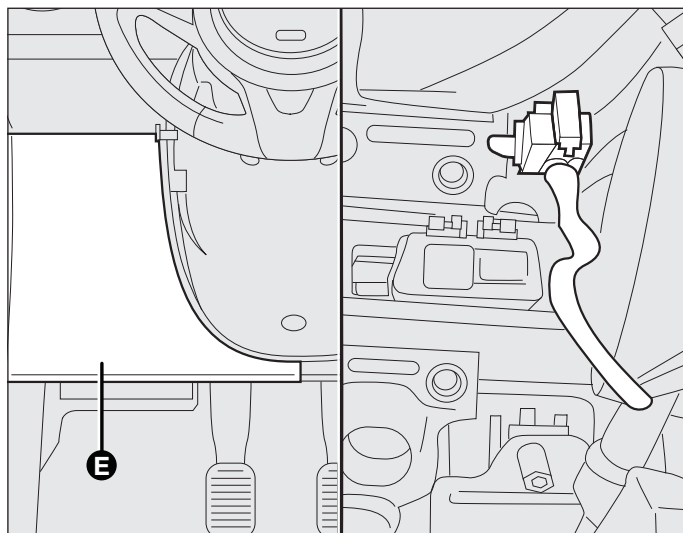
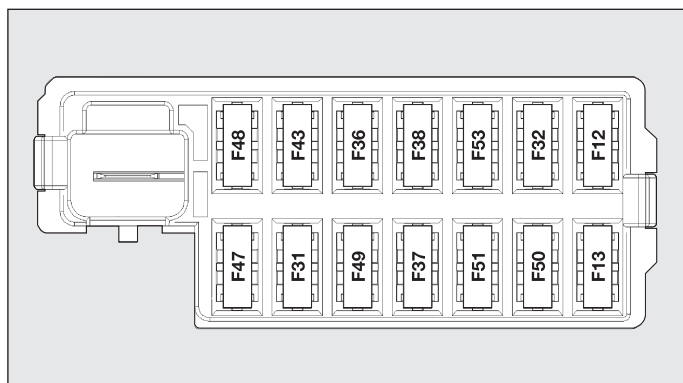
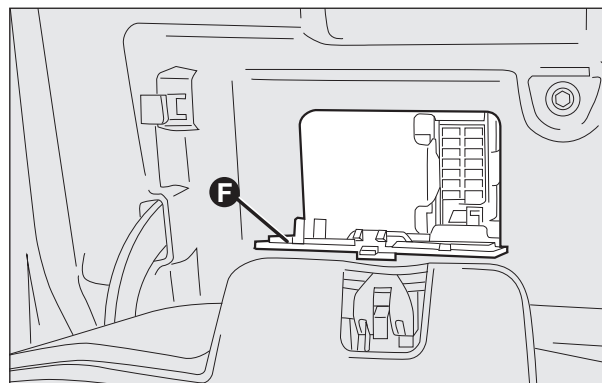

fig. 31
fig. 32
fig. 33
For at få adgang til sikringerne skal man fjerne dækslet **E**, der er trykket fast. 5A sikringen til afrimning af de udvendige spejle er placeret i området med fejlfindingsstikket, som vist i **fig. 31**. Centralboksen sidder for neden ved siden af pedalerne som vist i **fig. 32**.
For at nå ind til sikringsboksen vist i **fig. 32**, skal man åbne dækslet **F** placeret inden i handskerummet **fig. 33**.
**SIKRINGSTABEL****Centralboks i instrumentpanel fig. 32**